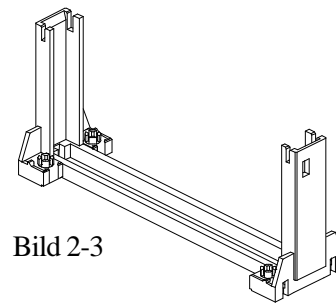

Bild 2-3
- ❑ CPU Ständer - Kunststoff-Führung mit gegen Herausfallen gesicherte Schraubmuttern im Standfuß als Halterung für das Gehäuse des Pentium II Prozessors (S.E.C.) im Slot 1. Die Riegel der CPU schnappen in die Aussparungen in der Führungsschiene. (Siehe Bild 2-3)